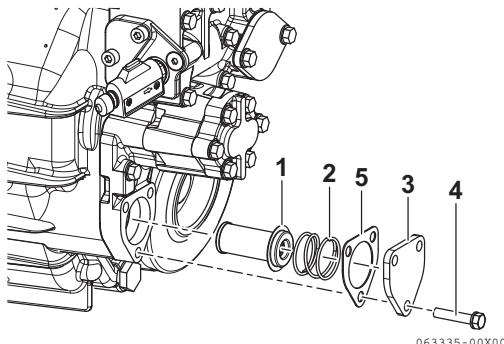

Figure 3
- Retirez le capot latéral (**Figure 3, (3)**) et enlevez le filtre (**Figure 3, (1)**).
- Fixez le filtre avec le ressort à enroulement (**Figure 3, (2)**) et insérez-le dans le boîtier. Placez le joint d'étanchéité (**Figure 3, (5)**) à l'intérieur du capot latéral.